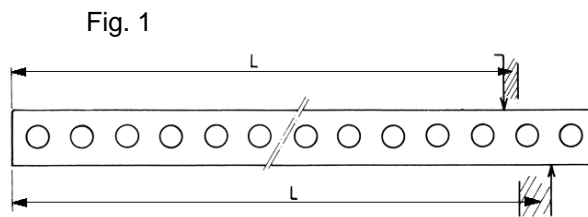

Fig. 1
- Couper le feuillard entre 2 trous suivant l'une des possibilités du schéma (Fig. 1)